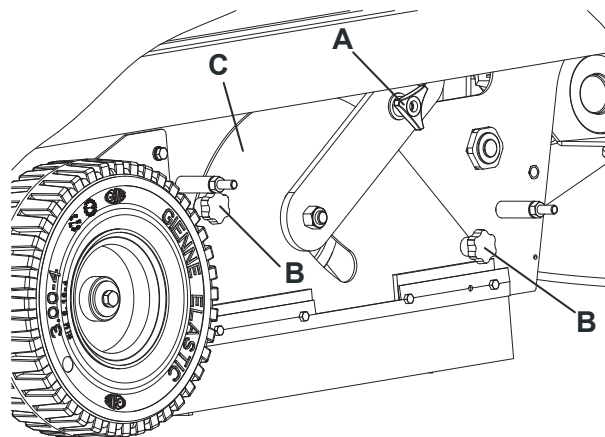

Figure 4
1. Amener la machine sur un sol plat et activer le frein de stationnement au moyen de la pédale (3) et du levier (4).
2. Tourner la clé de contact (72) sur "0".
3. Dévisser les pommeaux (23) et enlever le portillon droit (22).
4. Dévisser le pommeau (A, Fig. 4).
5. Dévisser les pommeaux (B, Fig. 4) et enlever le couvercle du logement (C) du balai.
10. Installer le couvercle du logement (C, Fig. 4) du balai et serrer les pommeaux (B) et (A).
11. Installer le portillon droit (22) et serrer les pommeaux (23).